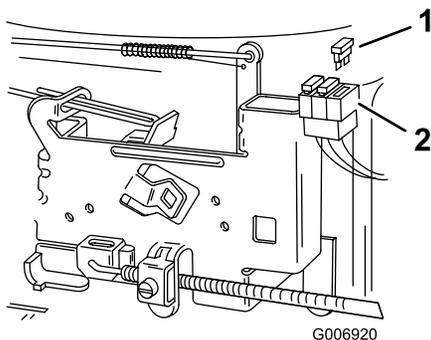

Figura 28
- Tirate il fusibile (Figura 28) per estrarlo dall'attacco.